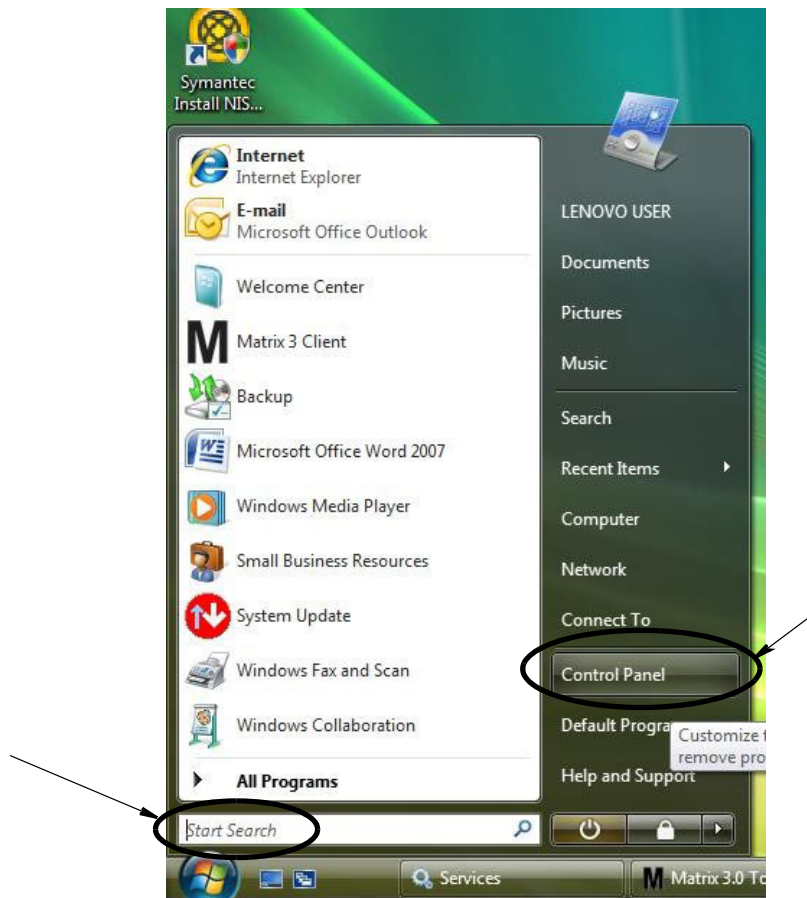

FIG. 32
1. Selecteer Zoeken starten / Configuratiescherm op het Windows Vista bureaublad (FIG. 32).